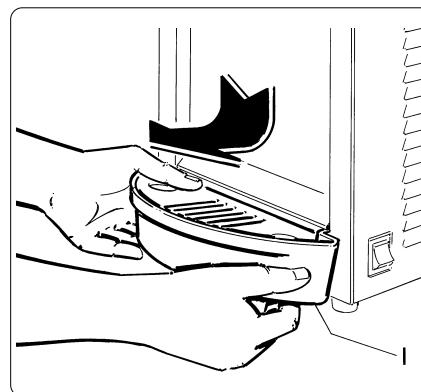

Fig. 9
- Per estrarre la vaschetta raccogli gocce alzare leggermente la parte frontale e sfilarla verso l'esterno (fig. 9).